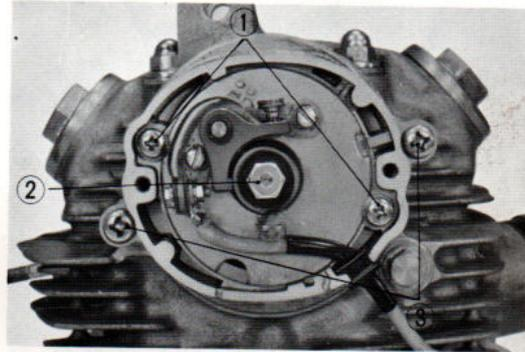

Fig. 32 1 Vis de 5mm 2 Boulon de 6mm
- 2) Dévisser les deux vis de 5mm de maintien du plateau de rupteur et déposer le plateau. (Fig. 32)
- 3) Dévisser la vis de 6mm de fixation de l'avance centrifuge et déposer cet élément. (Fig. 32)
- 4) Dévisser les deux vis de 6mm et déposer le support du système d'allumage. (Fig. 32)